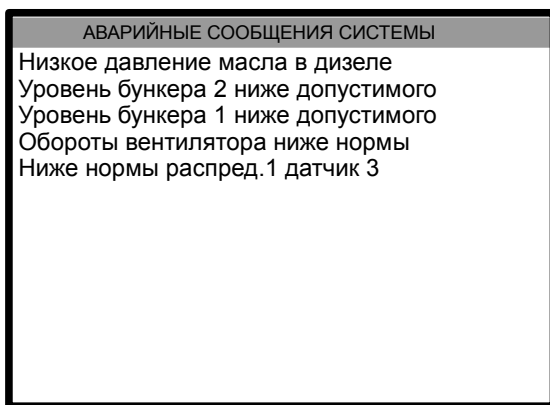

Рисунок 4.25. Сообщение о засорении датчика
3. Нажать клавишу  в открывшемся списке сообщений в последней строке (рис. 4.25) проверить соответствие номеров распределителя и дат-